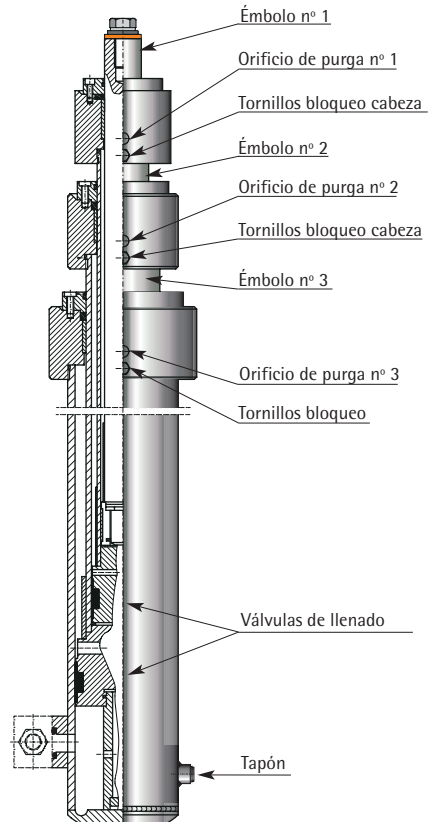

Fig. 20 Orificios purgado cilindro telescópico
- 3) Abrir todos los orificios de purga que se encuentran en las cabezas del cilindro (3 para 3 etapas, 2 si son dos etapas, ver Fig. 20).